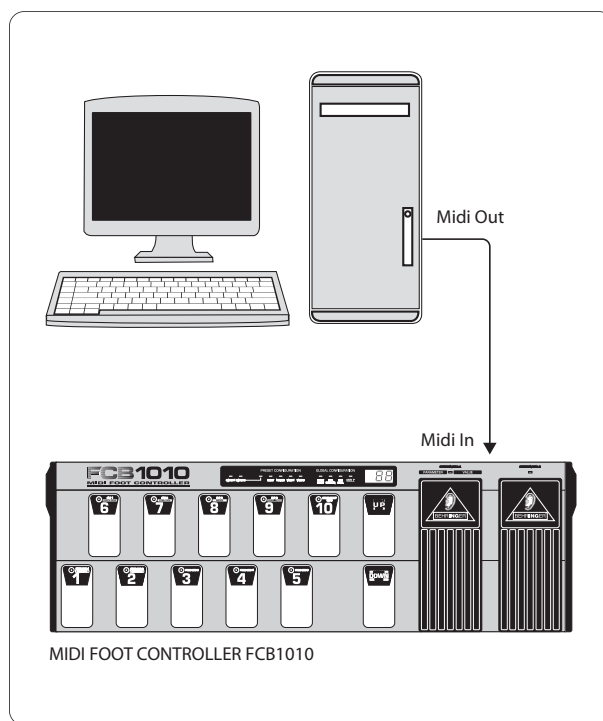

Bild 2.6.: Ta emot en SysEx-dump
- Förbind din dators/sequencers MIDI OUT med MIDI IN hos FCB1010 (se Bild 2.6).